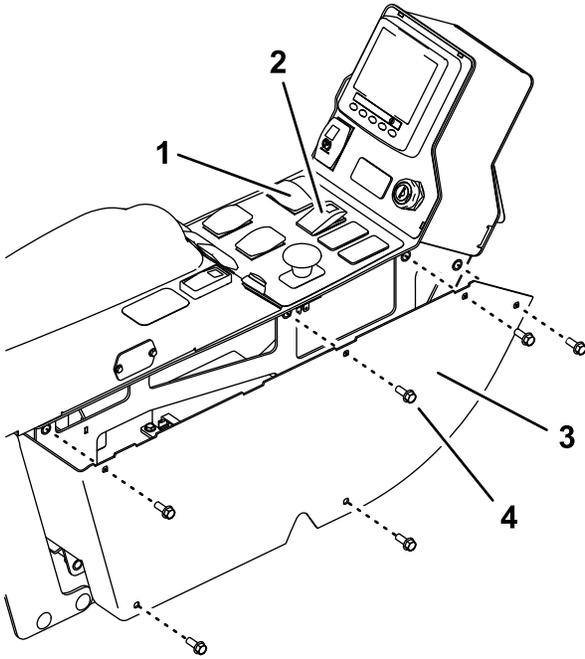

Figura 3
1. Retire los 6 pernos de la consola y retire el panel (Figura 3).
2. Desenchufe los conectores del interruptor de las luces de emergencia y del interruptor de los intermitentes (Figura 3).
7. Instale el panel (Figura 3).